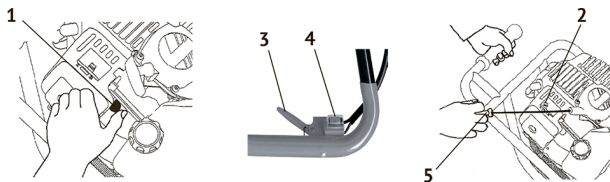

рис. 5
Порядок запуска (см. рис. 5)
Перевести выключатель зажигания (рис.5 поз.4) в положение «I» - «Включено»;
- перевести рычаг воздушной заслонки (рис.5 поз.2) в положение «закрыто»;
- нажать несколько раз на кнопку ручной подкачки топлива (рис.5 поз.1);
- медленно потянуть за рукоятку стартера (рис.5 поз.5) до появления сопротивления, а затем резким движением вытянуть трос на 2/3 его длины. Повторить действие до первого «схватывания» двигателя;